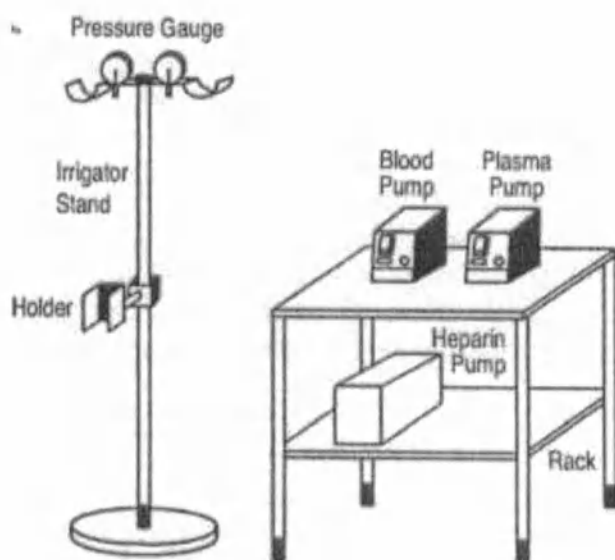

Рис.2
- Установите на стойке, как показано на рис. 2, кровяной насос, насос плазмы и стойку для внутривенных вливаний